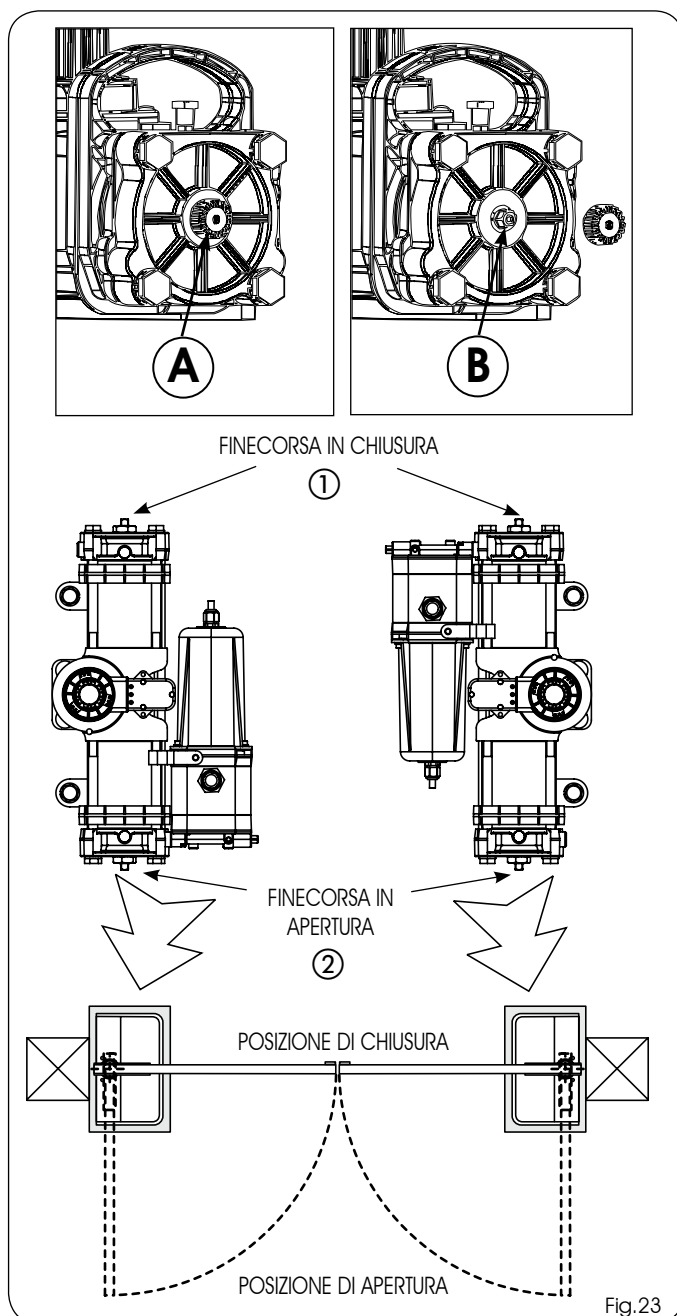

Fig.23
- 3) Svitare il tappo (Fig.23 rif.A) della vite di finecorsa di chiusura (Fig.23 rif.①)
- 5) Riavvitare il tappo (Fig.23 rif.A) della vite finecorsa.
- 7) Svitare il tappo (Fig.23 rif.A) della vite di finecorsa di apertura (Fig.23 rif.②).
- 8) SVITARE la vite (Fig.23 rif.B) di finecorsa in apertura (Fig.23 rif. ②), fino a quando l'anta non accenna a muoversi.